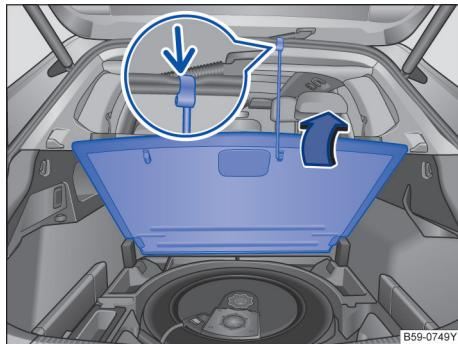

图 196 行李厢内：向上翻起行李厢地板
- 将行李厢地板挂钩挂在上面的卡凸→图 196（放大图）固定住为止。
- 打开时，用手抓住行李厢地板内的槽形拉手，将行李厢地板挂钩挂在上面的卡凸→图 196（放大图）固定住为止。